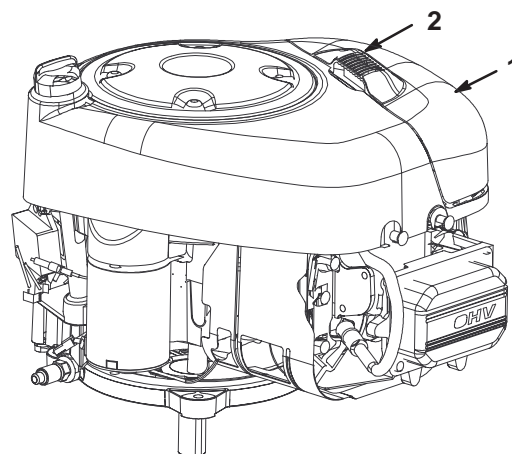

Bild 21
2. Reinigen Sie den Bereich um den Luftfilter herum, um zu verhindern, dass Schmutz in den Motor fällt und Schäden verursacht. Ziehen Sie den Griff an der Luftfilterabdeckung hoch und drehen Sie ihn in Richtung des Motors (Bild 21). Entfernen Sie die Luftfilterabdeckung.